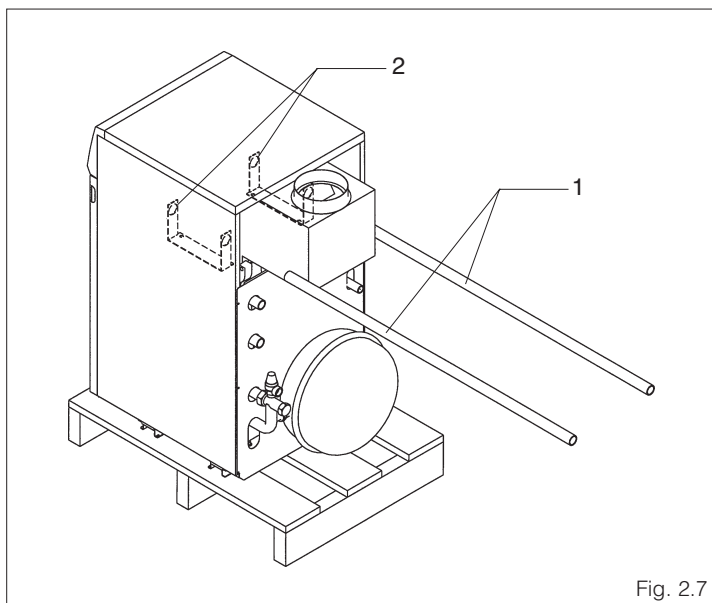

Fig. 2.7
- sollevare la caldaia utilizzando due tubi da 3/4" (1) inseriti negli appositi golfari di sollevamento (2) (fig. 2.7).